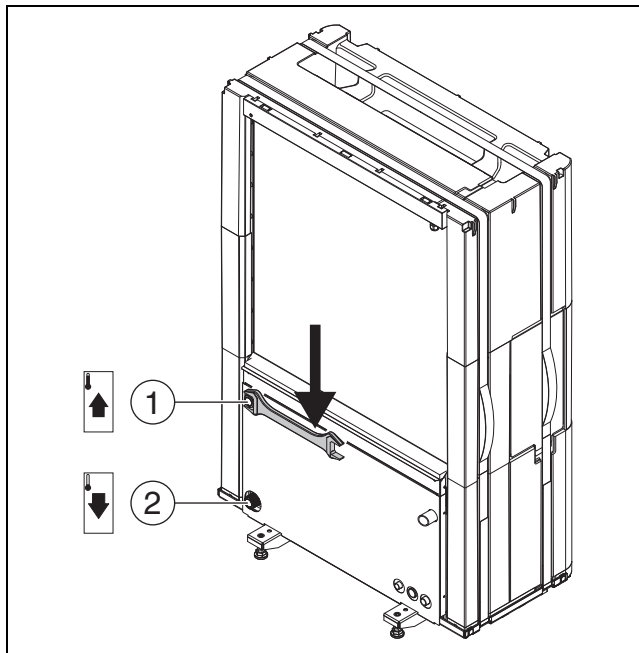

Bild 15 Anslutningar värmebärarrör, beskrivning gäller alla storlekar
- Anslut framledningen till ineenheten till värmebärare ut (→ [1], Bild 15).
- Anslut returledningen från ineenheten till värmebärare in (→ [2], Bild 15).
- Dra åt anslutningarna för värmebärarrören med 120 Nm åtdragningsmoment. Rikta kraften nedåt (→ Bild 15) för att undvika belastning i sidled på kondensorn.